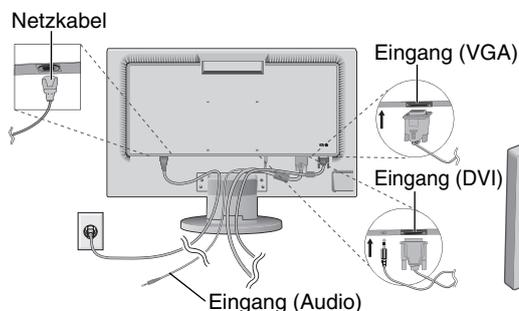
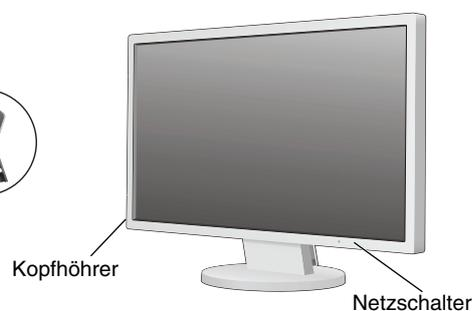

Abbildung B.1
Abbildung D.1
3. Stecken Sie den Mini-D-SUB-Stecker (15 Stifte) des Videosignalkabels und das Audiokabel in die entsprechenden Buchsen auf der Rückseite des Monitors (**Abbildung B.1**). Stecken Sie den Kopfhörer (nicht mitgeliefert) in die entsprechende Buchse auf der linken Seite des Monitors (**Abbildung D.1**).
5. Schalten Sie den Computer und den Monitor mit dem Netzschalter an der Unterseite (**Abbildung D.1**) ein.